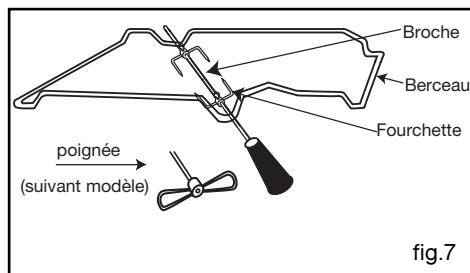

fig.7
• Tournebroche (suivant modèle) fig.7